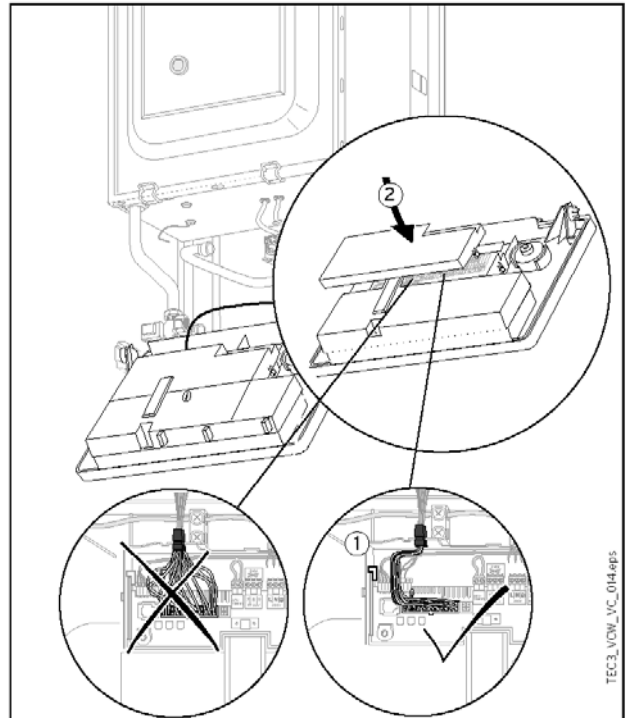

Рис. 14: Закройте защитную крышку щитка котла.
18. Закройте защитную крышку панели котла. См. рис. 14. Не передавливайте жгут крышкой!